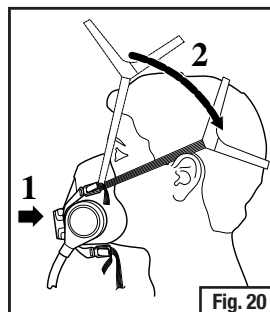

Fig. 20
2. Coloque el respirador sobre la boca y nariz (Fig. 20).
3. Jale el arnés para la cabeza sobre la coronilla (Fig. 20).